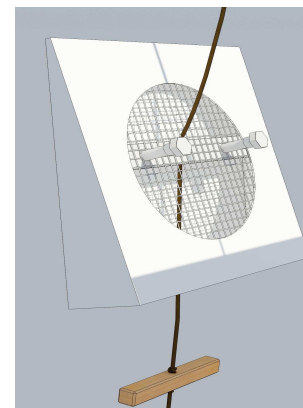

Рис.2.5.
2.12. Продеть шнур через середину сетки козырька над его монтажной планкой. Надежно закрепить на шнуре крепежную планку, например, деревянную. (см. рис.2.5) Прочность крепежа должна обеспечивать удержание груза весом более 30 кг.